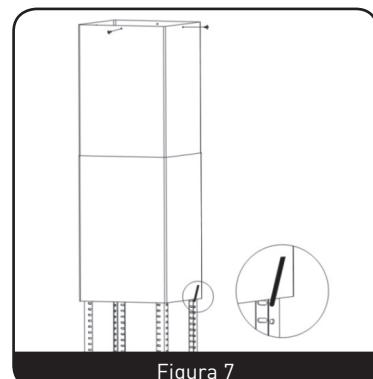

Figura 7
5. Sujete la sección superior de la chimenea a la placa de fijación utilizando 4 tornillos autoperforantes. Pase la sección inferior de la chimenea sobre los perfiles angulares y élévela hasta que solape la sección superior de la chimenea. (Figura 7)